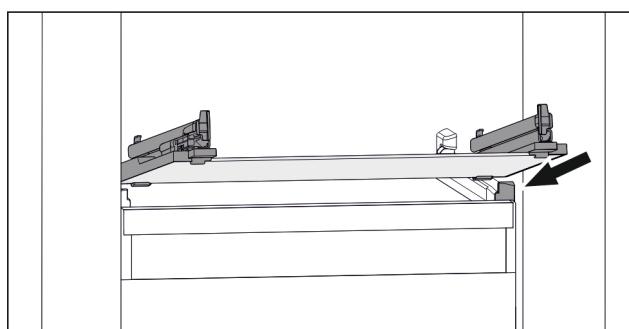

Fig. 138 Приблизне відображення скляної пластини
- ▶ Встановити скляну пластину за стопорами навкосо. (див. Fig. 138)